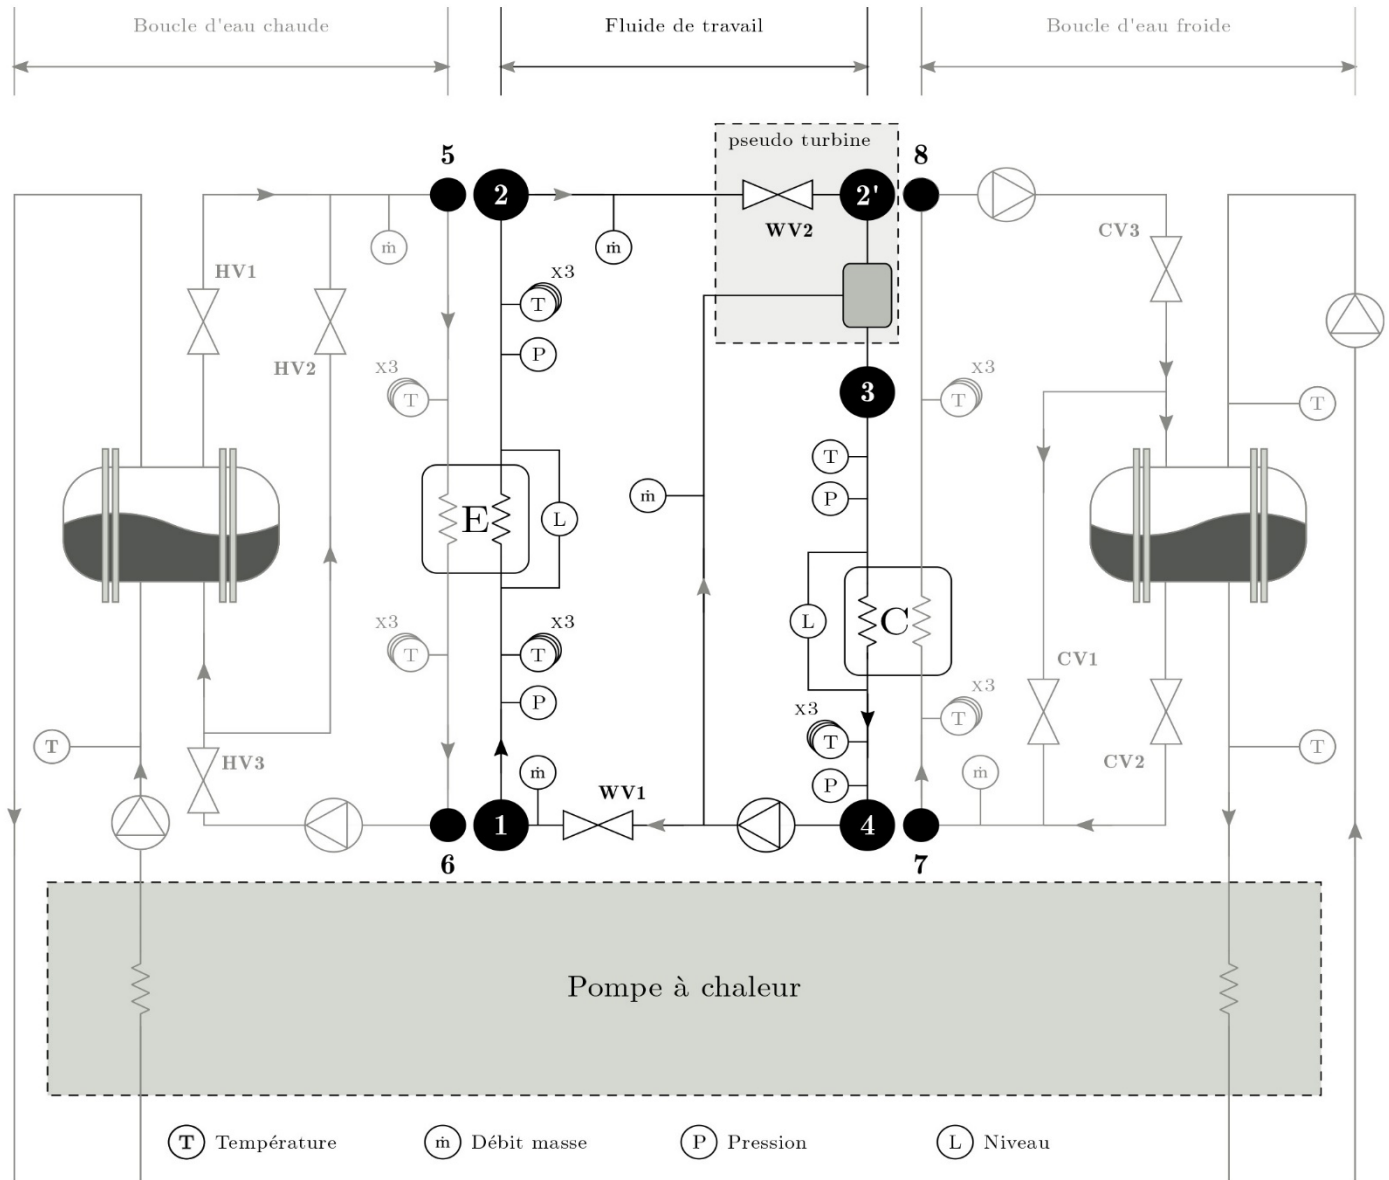
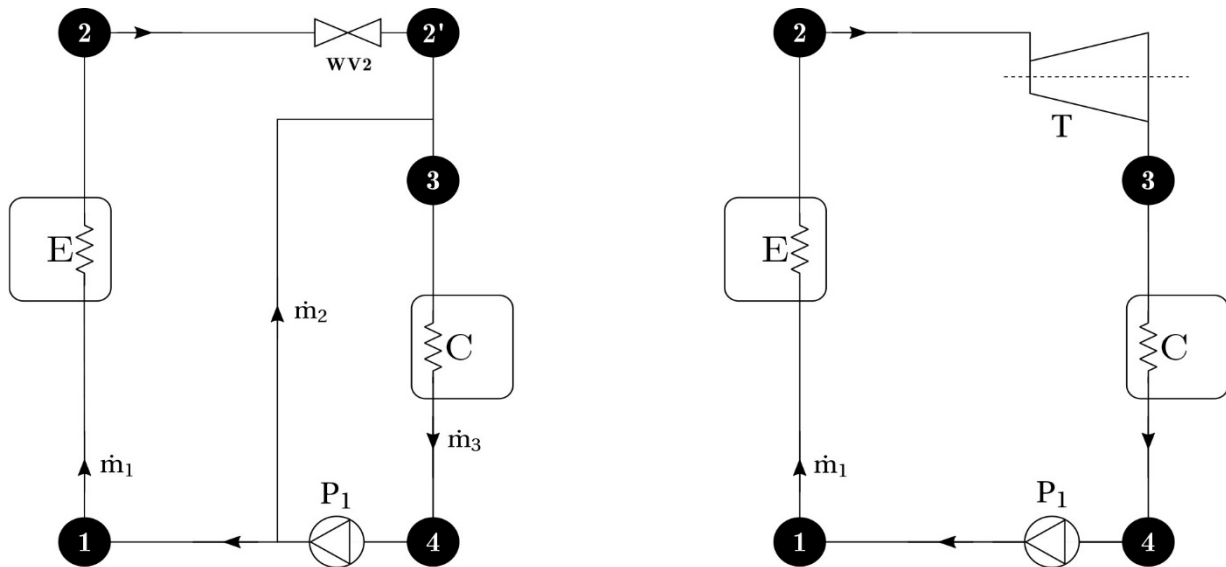

Figure 2 Schéma global du prototype ETM. Hal open science, Étude expérimentale d'un prototype ETM à La Réunion.
Figure 3 Cycle réel (a) à gauche et cycle virtuel (b) à droite de l'ammoniac.
Un prototype de centrale ETM est installé à La Réunion. Il n'est pas raccordé à l'océan et une pompe à chaleur simule les sources d'eau chaude et d'eau froide. L'ammoniac est le fluide de travail et son évolution est représentée sur la partie centrale de la figure 2. Le cycle réel de l'ammoniac est également représenté figure 3(a), ainsi qu'un cycle virtuel figure 3(b) expliqué ensuite.
- La vapeur produite est détendue de manière isenthalpique dans la vanne WV2 jusqu'à la pression de 6 bar (point 2 à point 2'). Une petite quantité de liquide froid, prélevée avant la vanne WV1, est injectée dans la vapeur chaude de façon à diminuer sa température (désurchauffe isobare) (point 2' à point 3). Ces transformations (détente et désurchauffe) sont contrôlées de telle sorte qu'elles donnent les mêmes propriétés au fluide que s'il avait été soumis à une détente isentropique dans une turbine jusqu'à la pression de 6 bar (point 2 au point 3 figure 3(b)).
- Le fluide de travail est ensuite condensé en liquide juste saturant par un condenseur C adiabatique et isobare à double flux grâce à l'eau froide (point 3 à point 4) puis ramené vers l'évaporateur avec une pompe à la pression de 9 bar (point 4 à point 1) en fonctionnement isentropique (la pompe est notée P_1 sur la figure 3).